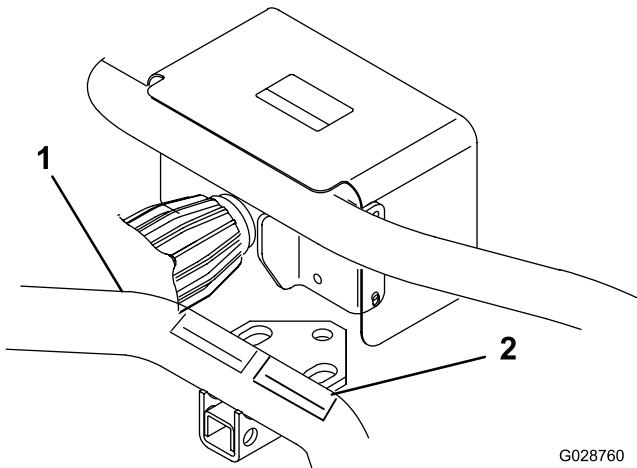

Figure 22
10. Apposez l'autocollant de sécurité sur le tube transversal arrière inférieur près de l'autocollant existant, juste au-dessus du point d'attelage (Figure 22).